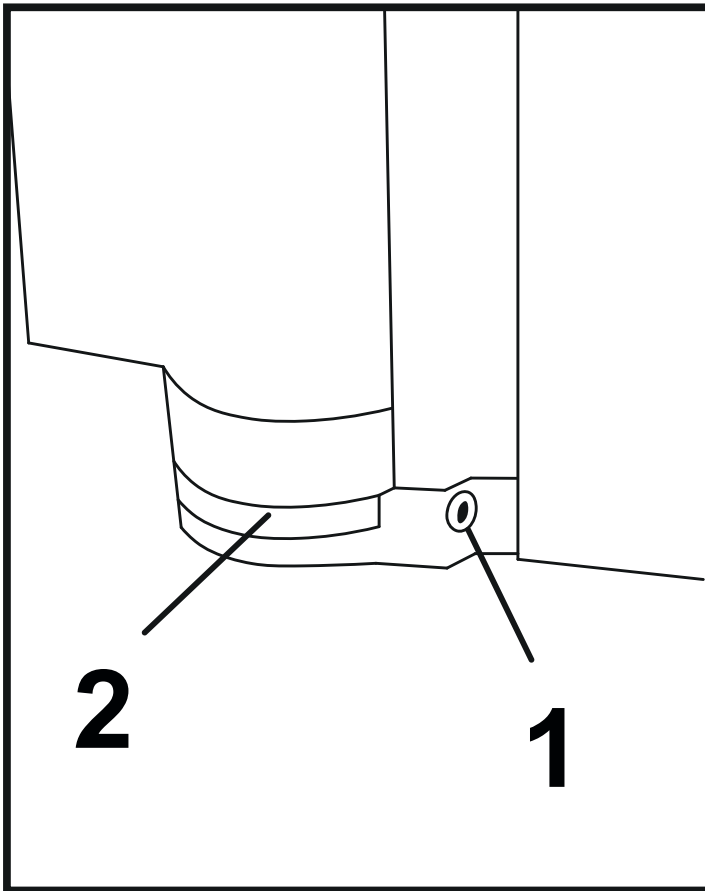

Abbildung 18
44. Um das Monoscharnier einzustellen, lösen Sie die beiden Unterlegscheiben-Befestigungsschrauben (1) mit dem mitgelieferten Sechskantschlüssel um einige Umdrehungen. (Abbildung 18)
45. Schieben Sie das Glas (2) an die gewünschte Position, an der Sie die Tür befestigen möchten.
46. Wenn sich das Glas (2) in der gewünschten Position befindet, ziehen Sie die Befestigungsschrauben der Unterlegscheibe (1) fest.